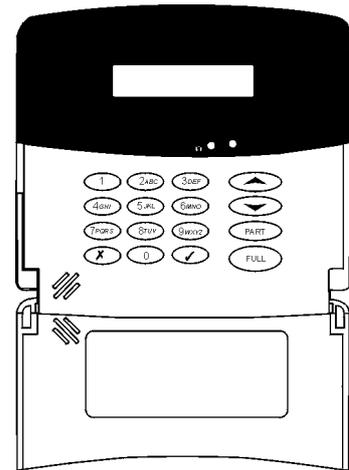

Figura 3: Tastiera LCD
5. L' EL-2626AC per comunicare con la centrale Infinite necessita di un trasmettitore (ON-BOARD TX) da inserire proprio all'interno della centrale, come mostra la figura 3. **Non serve con la centrale Hybrid.**